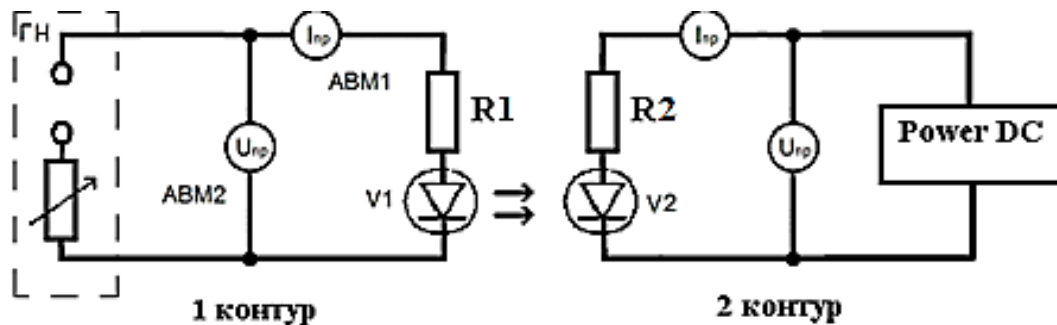

Рис. 2.42. Схема для исследования оптической пары
1. Установить на лабораторном стенде плату № 10 из рабочего комплекта, собрать электрическую схему оптической пары с помощью соединительных проводов (рис. 2.42). Инфракрасный светодиод устанавливается на дополнительную колодку с коммутационными гнездами, фотодиод – на плату стенда.